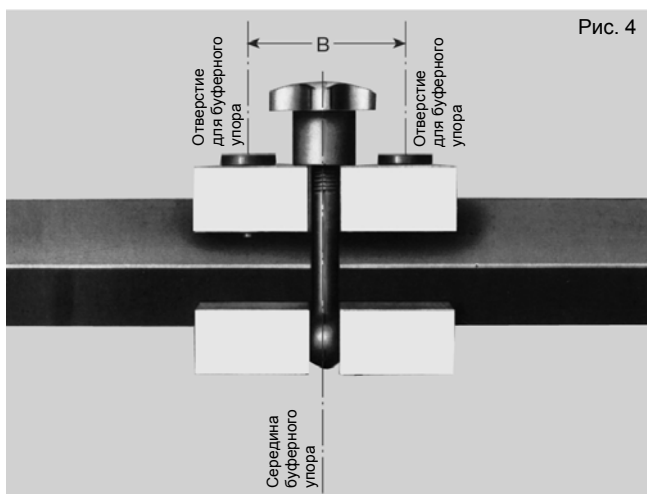

Рис. 4
2.8 При применении **управляющих тележек** следует свободный конец рельса зафиксировать посредством дополнительного буферного упора. Для этого на расстоянии $B = 50$ мм при помощи сверлильного приспособления должны быть просверлены 2 отверстия \varnothing 8,5 мм в ходовом рельсе (см. рис. 4). Крутящий момент затяга шестигранных винтов $M 8 - 10$ мм.